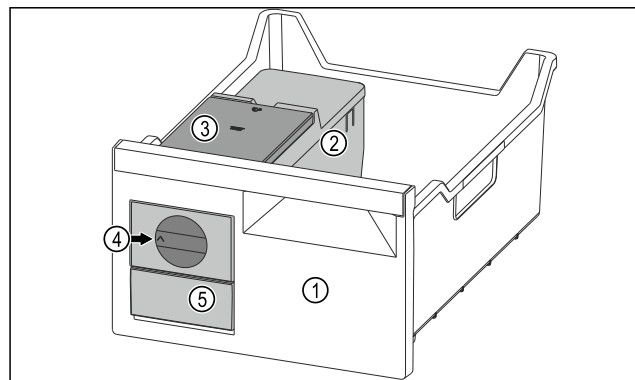

Fig. 108 Beispielhafte Darstellung
- ▶ Drehknopf Fig. 108 (4) im Uhrzeigersinn bis zum Anschlag drehen.
- ▶ Eiswürfel fallen aus der Eiswürfelschale in das Eiswürfelschubfach Fig. 108 (5).